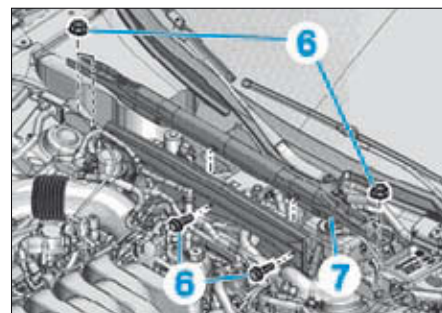

FIG. 7
- les vis (6) de la barre antirapprochement (Fig.7),
- la barre antirapprochement (7).